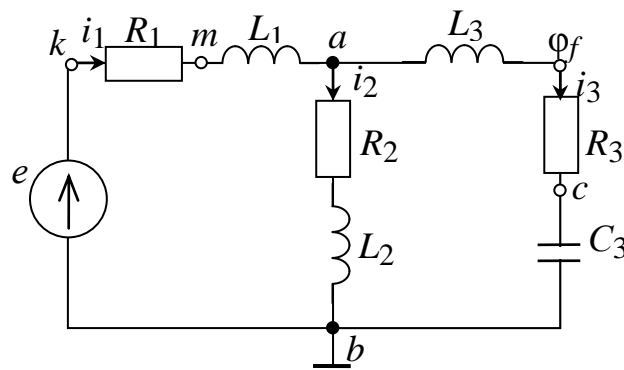

Рис. 2.10
**Задача 3.** Дано (рис. 2.10):  $E = 50 \text{ В}$ ,  $R_1 = 10 \text{ Ом}$ ,  $R_2 = 4 \text{ Ом}$ ,  $R_3 = 100 \text{ Ом}$ ,  $L_1 = 15,9 \text{ мГн}$ ,  $L_2 = 1000 \text{ мГн}$ ,  $L_3 = 115 \text{ мГн}$ ,  $C_3 = 100 \text{ мкФ}$ ,  $f = 50 \text{ Гц}$ .